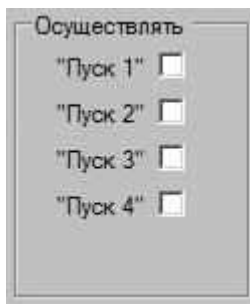

Рисунок 8.14 – Выбор запуска
8.12 Для каждого ШПС имеется возможность определить количество и номера выходов запуска исполнительных устройств при приёме извещения «Пожар 2» (рисунок 8.14).